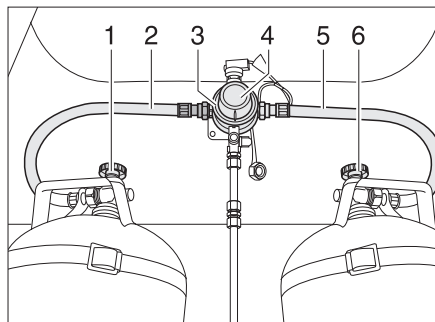
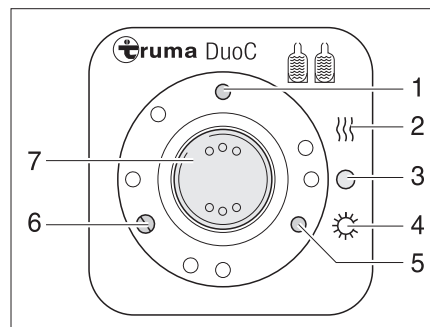

Fig. 177 Dispositif de commutation Duo-Control
Fig. 178 Unité de commande
Le dispositif de commutation DuoControl consiste en une robinetterie de commutation (Fig. 177,3) et l'unité de commande (Fig. 178). La robinetterie de commutation est montée entre les flexibles de gaz (Fig. 177,2 et 5). Un bouton rotatif (Fig. 177,4) situé sur la robinetterie de commutation permet de définir laquelle des bouteilles de gaz est celle de service et laquelle est celle de réserve. La robinetterie de commutation est équipée de l'installation de dégivrage du régulateur EisEx. Cela permet d'éviter les défaillances de l'installation à gaz en hiver.
Seules les fonctions électriques peuvent être activées sur l'unité de commande (Fig. 178). Les robinets principaux des bouteilles de gaz (Fig. 177,1 et 6) doivent être ouverts manuellement.
La robinetterie de commutation garantit une pression du gaz constante, indépendamment de la bouteille qui fournit le gaz. Les deux voyants de contrôle sur l'unité de commande indiquent le niveau de remplissage de la bouteille de service. Quand le voyant de contrôle (Fig. 178,6) est vert, la bouteille de service est pleine. Quand le voyant de contrôle (Fig. 178,5) est rouge, la bouteille de service est vide. L'alimentation en gaz se fait alors via la bouteille de réserve.
- Ouvrir les robinets principaux des bouteilles de gaz (Fig. 177,1 et 6).
- Avec le bouton rotatif (Fig. 177,4) situé sur la robinetterie de commutation (Fig. 177,3), sélectionner la bouteille de gaz à partir de laquelle le gaz sera utilisé principalement (bouteille de service). Toujours tourner le bouton rotatif à fond.
- Mettre en service le dispositif de commutation DuoControl sur l'unité de commande (Fig. 178). Pour ce faire, régler le commutateur à bascule (Fig. 178,7) sur régime hiver "Affichage à distance Marche et chauffage" (Fig. 178,2) ou bien sur régime été "Affichage à distance Marche" (Fig. 178,4). La robinetterie de commutation est maintenant purgée. Le voyant de contrôle jaune (Fig. 178,1) s'allume lorsque le régime hiver est sélectionné et que l'installation de dégivrage du régulateur est enclenchée.
- Mettre le commutateur à bascule (Fig. 178,7) sur "O" (Fig. 178,3). Le voyant de contrôle jaune (Fig. 178,1) s'éteint.
- Fermer les robinets principaux des bouteilles de gaz (Fig. 177,1 et 6).
Les voyants de contrôle de l'unité de commande (Fig. 178,5 et 6) signalent à l'intérieur du véhicule si la bouteille de gaz est en état de marche.
Lorsque le voyant de contrôle vert (Fig. 178,6) s'éteint pendant le fonctionnement et que le voyant de contrôle rouge (Fig. 178,5) s'allume, la bonbonne de gaz sélectionnée comme bouteille de service est vide et doit être remplacée. La bouteille de réserve alimente les appareils à gaz.